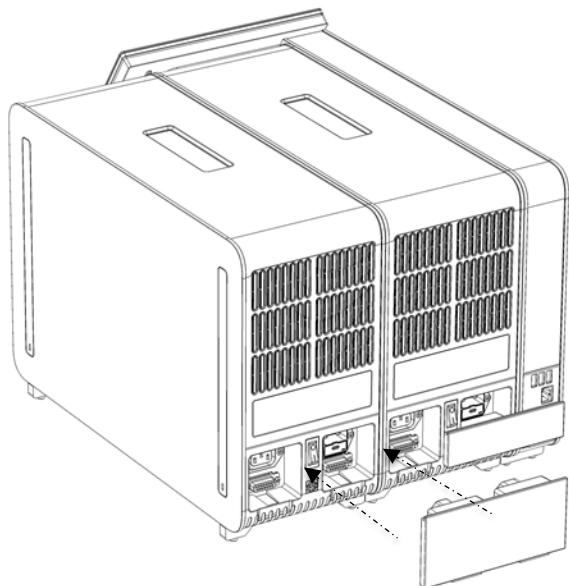

Figure 18. Connexion du pont de module analytique/analytique.
6. Connectez le pont de module analytique à l'arrière du QlAstat-Dx Analyzer 2.0 pour relier les deux modules analytiques entre eux (figure 18).